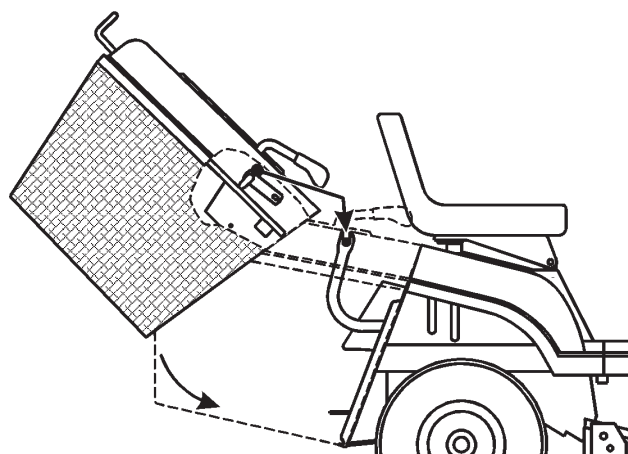

Figure 45
1. Tenez le bac des deux mains et basculez-le en avant (Fig. 45).
2. Inclinez le bac en avant d'environ 40 degrés et glissez-le sur les deux supports à l'arrière de la machine (Fig. 45). Vérifiez que la flèche qui se trouve en haut du bac à herbe se trouve en face de celle de la machine.